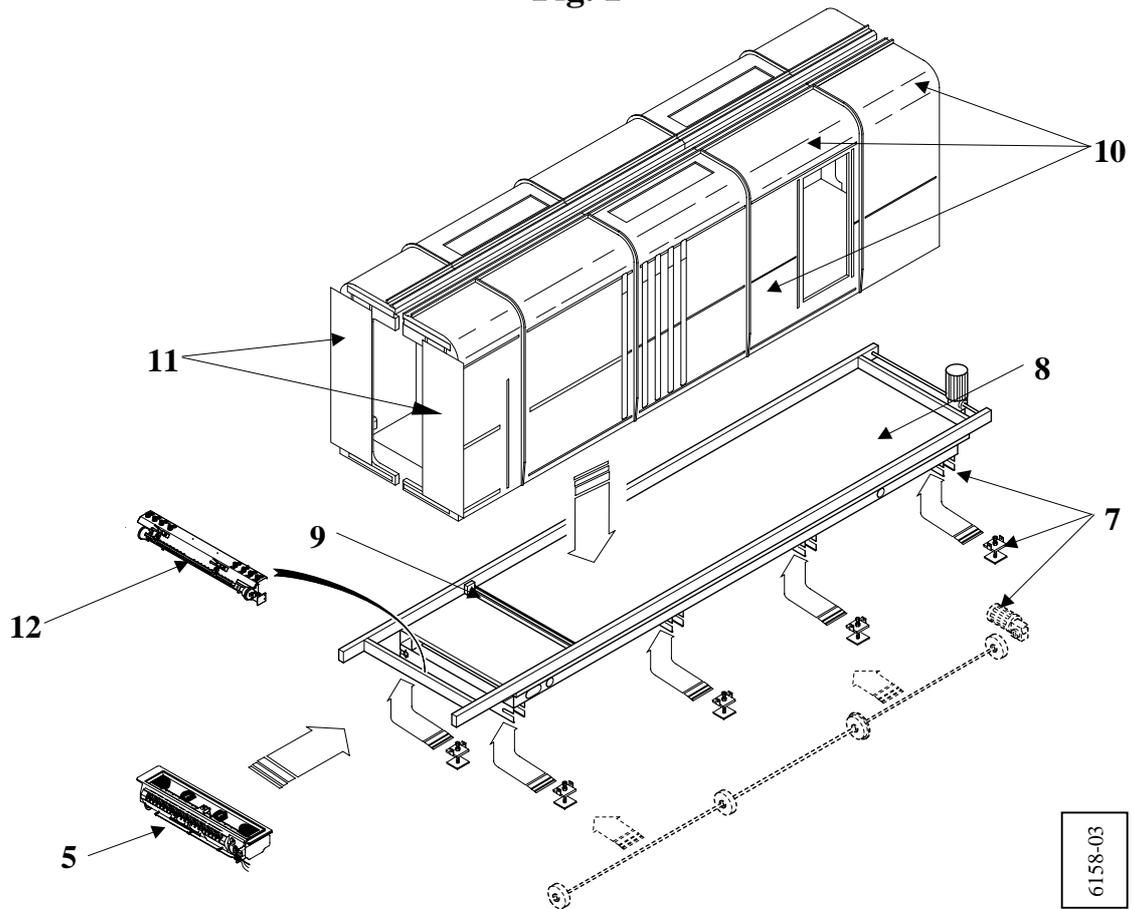

Fig. 2
1.2. DESCRIPTION DE LA CABINE DE POUDRAGE PVH (voir figure 2)